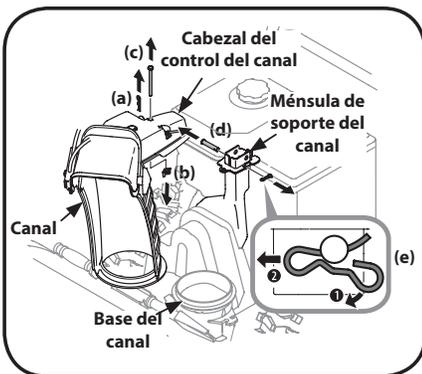

Figura 2-21
1. Retire el sujetador de horquilla (a), la tuerca de mariposa (b) y el tornillo hexagonal (c) del cabezal de control del canal, y el pasador de horquilla (d) y el pasador de chaveta con unión curva (e) de la ménsula de soporte del canal. Consulte Figura 2-21.